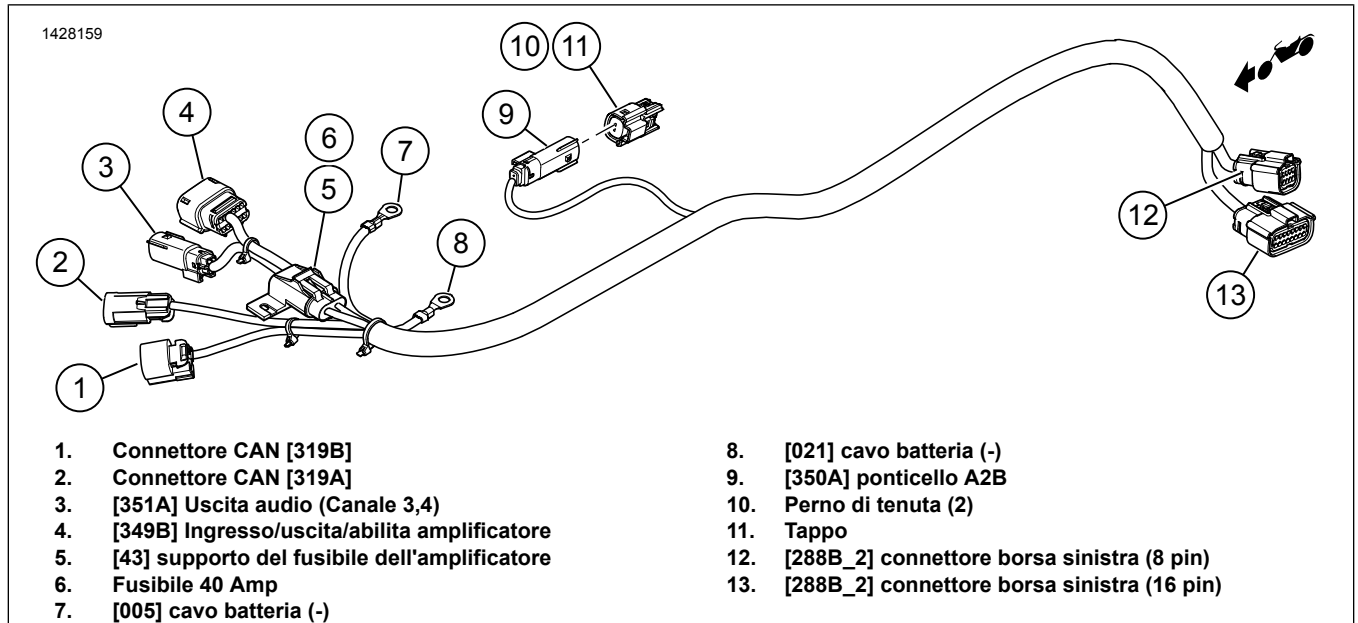

Figura 13. Connettori cablaggio esterni (2017 e successivi)
Vedere la figura 13. Se un amplificatore secondario **NON** è installato, inserire le guarnizioni (10) nel tappo (11) e connettersi al connettore [350A] (9).
Vedere anche Figura 13 per fare riferimento ai connettori di cablaggio esterno del 2017 e versioni successive.